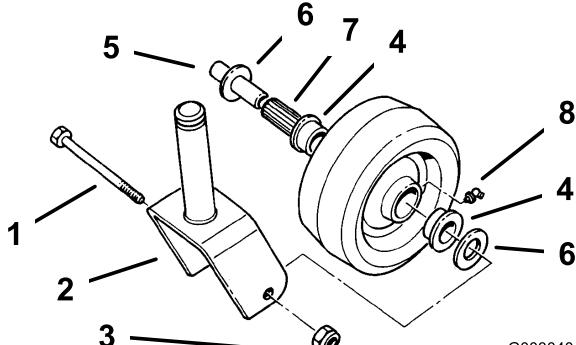

Figura 37
1. Retire la contratuerca y el perno que sujetan la rueda giratoria a la horquilla (Figura 37).
2. Retire un solo casquillo y tire del casquillo intermedio y del cojinete de rodillos para sacarlos del cubo de la rueda (Figura 37).
3. Retire el otro casquillo del cubo de la rueda y límpie la grasa y la suciedad del cubo de la rueda (Figura 37).
4. Inspeccione el cojinete de rodillos, los casquillos, el casquillo intermedio y el interior del cubo de la rueda para comprobar que no están desgastados. Cambie las piezas defectuosas o desgastadas (Figura 37).
5. Para montar el conjunto, coloque un casquillo en el cubo de la rueda. Engrase el cojinete de rodillos y el casquillo intermedio y deslícelos en el cubo de la rueda. Coloque el segundo casquillo en el cubo de la rueda (Figura 37).
6. Instale la rueda giratoria en la horquilla y fíjela con el perno y la contratuerca. Apriete la contratuerca hasta que el casquillo intermedio se apoye contra el interior de las horquillas de las ruedas giratorias (Figura 37).